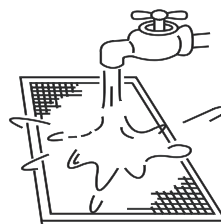

Abb. 6-9
- Die Lufteinlassseite sollte nach unten zeigen, wenn Sie sauberes Wasser verwenden. (Siehe Abb. 6-9).